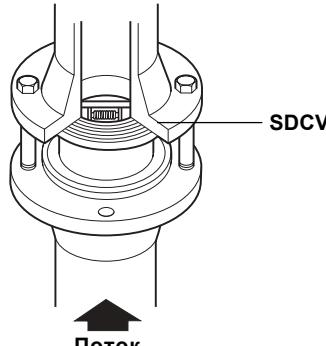

Рис.1 Клапан SDCV при межфланцевой установке
- 3.5** Двухлепестковый обратный клапан монтируется между фланцами как показано на Рис.1. При установке используются стандартные уплотнения с обеих сторон клапана. При сборке необходимо использовать удлинённые болты. **Прим.: Фланцы, болты (или шпильки), гайки и уплотнения в комплект поставки не входят.**